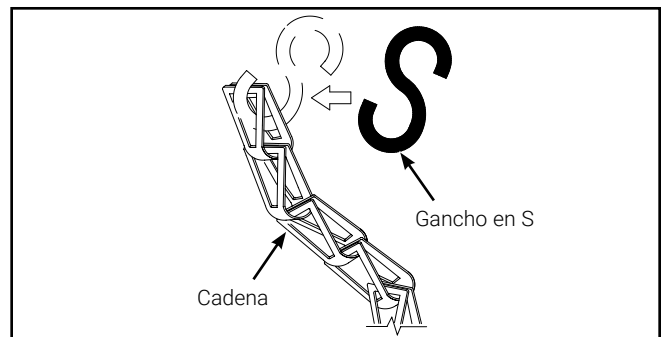

Figura 4.
3. Inserte el gancho en S a través del orificio central del último eslabón de la cadena y luego ciérralo con unas pinzas. (Figura 4.)